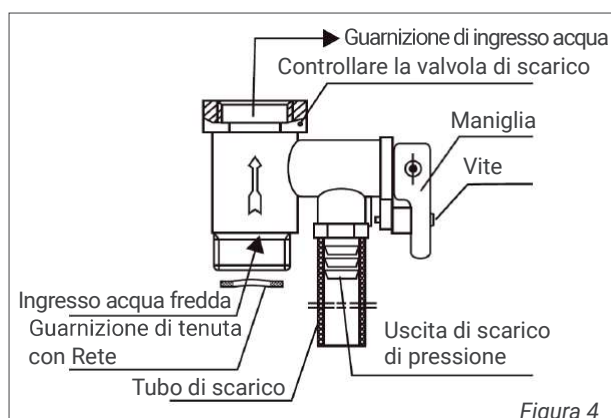

Figura 4
1. La valvola di sicurezza (originale di fabbrica identificazione 0,8MPa) tra gli accessori deve essere installata sul raccordo di ingresso dell'acqua (come mostrato nella figura 4), e il materiale grezzo. Il nastro deve essere avvolto per garantire la tenuta. La direzione della freccia deve essere coerente con il senso del flusso di ingresso dell'acqua dello scaldabagno elettrico (come mostrato in Fig. 4). La guarnizione di tenuta della rete deve essere installata all'ingresso dell'acqua fredda della valvola di sicurezza e il tubo di scarico alla pressione all'uscita di scarico della valvola di sicurezza deve essere installato per mantenere una pendenza continua verso il basso. Deve essere installato in un ambiente privo di gelo, quindi esteso allo scarico a terra, mantenuto collegato con l'atmosfera e fissato correttamente per evitare ustioni da scarico di acqua calda o vapore. La valvola di sicurezza può impedire che la pressione nel serbatoio superi la pressione nominale di 0,1MPa. Se la pressione nel serbatoio è troppo alta, la valvola di sicurezza si aprirà automaticamente e scaricherà l'acqua dalla sua uscita di scarico per rilasciare la pressione.
8. Se gli utenti desiderano una fornitura d'acqua multicanale, possono collegare la tubazione dell'acqua secondo il metodo mostrato nella figura 4.